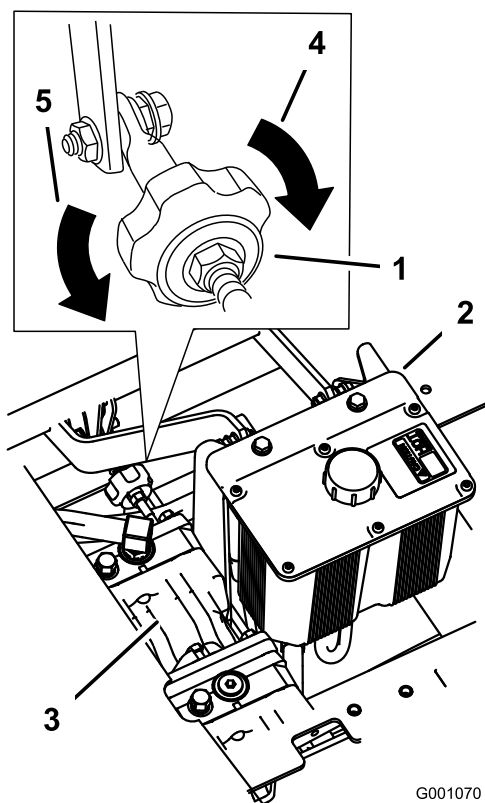

Figure 102
2. Réglez la longueur de la tige de pompe en tournant le bouton dans le sens voulu, jusqu'à ce que la roue soit immobilisée ou tourne légèrement en arrière (Figure 102).